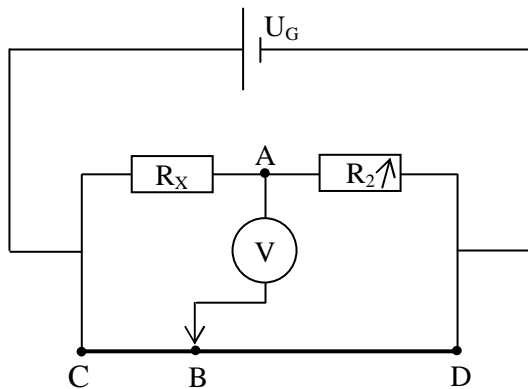

Fig.4 Pont de Wheatstone à résistances filaires
- ✓ Réalisez le montage de la fig.4, en remplaçant les résistances R_3 et R_4 par le **fil conducteur CBD**.